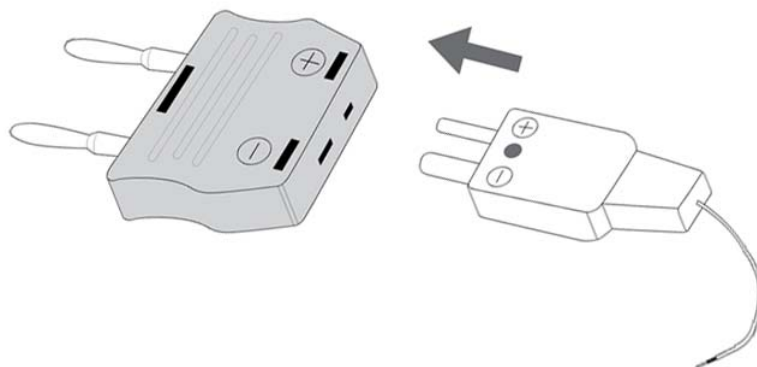
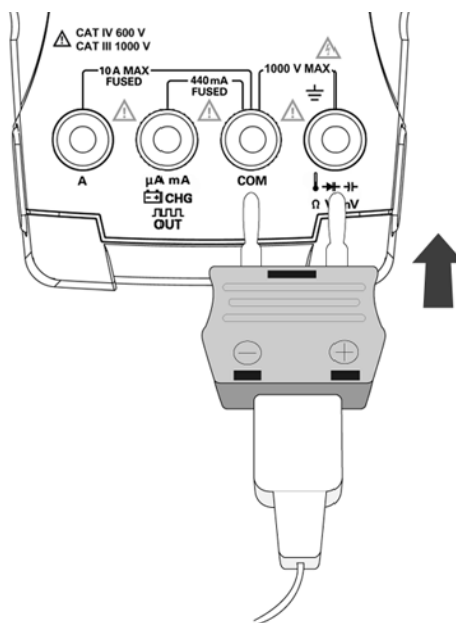

Figura 2-15 Conectar a ponta de prova térmica no adaptador de transferência sem compensação
Figura 2-16 Conectar a ponta de prova com adaptador no multímetro
- 2 Conecte a ponta de prova térmica em miniatura no adaptador de transferência sem compensação, conforme mostrado na Figura 2-15. Depois, conecte a ponta de prova térmica com o adaptador nos terminais de entrada do medidor, conforme a Figura 2-16.